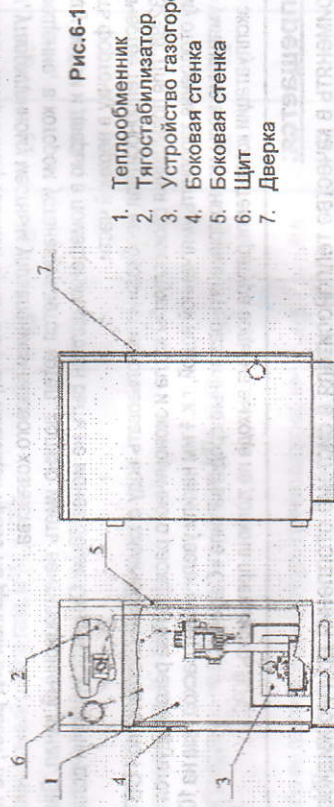
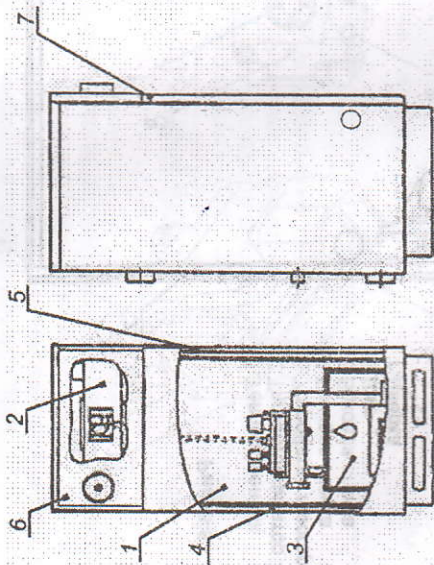
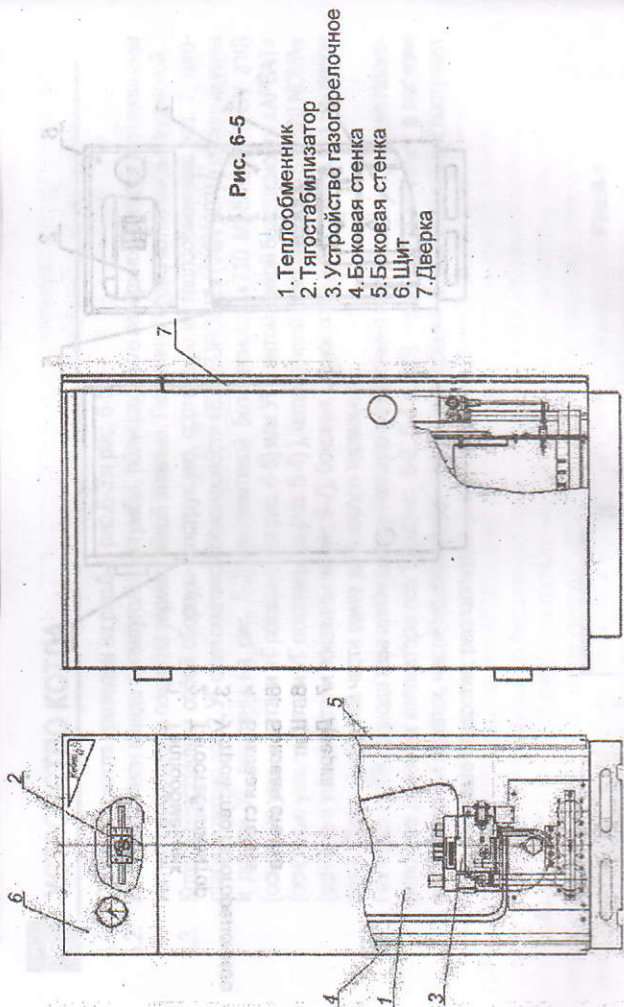

Рис.6-1
Рис.6-3
Рис. 6-5
- 6.1. Общий вид котла приведен на рис.6-1, рис.6-3 и рис. 6-5.